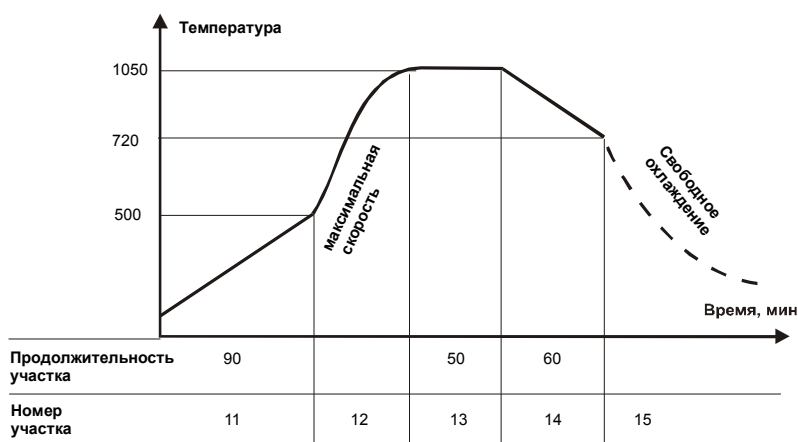

Рисунок 11. Пример термической программы
2.3.2.6 Перед вводом программы необходимо выделить и последовательно пронумеровать участки, определить их вид, а затем свести параметры в таблицу (см. пример программы – рисунок 11 и таблицу б)